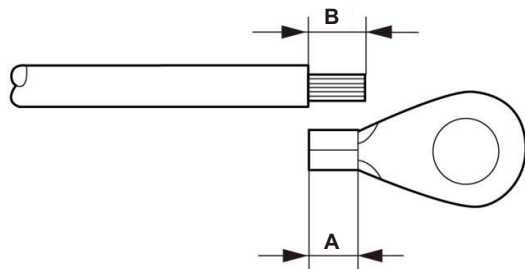

Figura 3.15 Longitud adecuada
- 3) Pele el aislamiento del cable de tierra a una longitud adecuada (véase la figura 3.15).